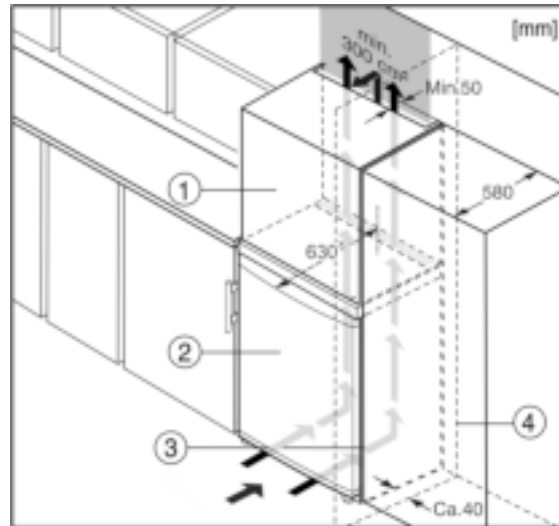

Fig. 10
Het apparaat kan in keukenkasten worden ingebouwd. Om het apparaat Fig. 10 (2) aan de hoogte van het keukenblok aan te passen, kan boven het apparaat een opzetkast Fig. 10 (1) worden aangebracht.
Bij een ombouw met keukenkasten (diepte max. 580 mm) kan het apparaat direct naast de keukenkast Fig. 10 (3) worden geplaatst. Het apparaat steekt aan de zijkant 34 mm \* en in het midden 50 mm \* uit ten opzichte van het keukenkastfront.\*
Plaats u het apparaat met de scharnierkant naast een muur Fig. 10 (4), dan moet de afstand tussen apparaat en muur minstens 40 mm bedragen. Dit in verband met het uitsteken van de deurgreep bij een geopende deur.\*